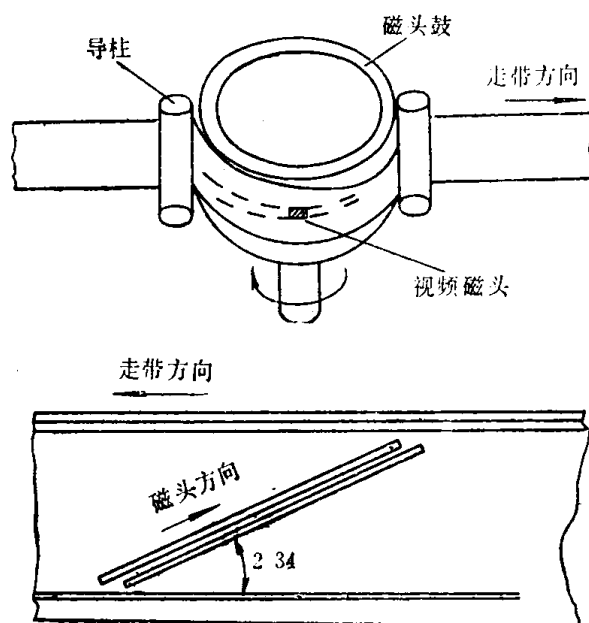

图1-2 1英寸螺旋扫描方式
1. C型机采用螺旋扫描方式不分割图象。它与原来的4磁头在磁带上的横向扫描方式不同(横向扫描分割图象)。C型规格的基本形式如图1-2所示，视频磁头鼓的转速与场频同步，一场电视信号被记录在一条斜向排列的磁迹上，没有寻迹噪声。